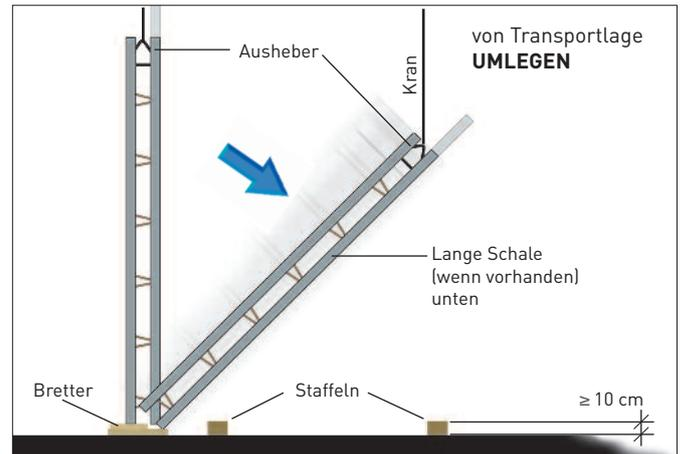
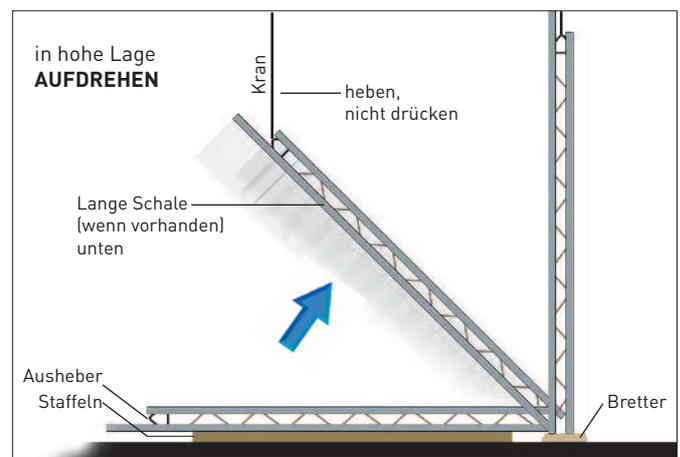

Bild 13a: Von Transportlage UMLEGEN
Bild 13b: in hohe Lage AUFDREHEN
- Doppelwandelement anhängen, Sicherungsbolzen lösen, aus dem Transportgestell herausheben und umlegen (Bild 13a).
- Unter aufzukippender Kante immer Bretter als Niveaueingleich legen (siehe Bild 13a und 13b) vorstehende Teile entlasten (z.B. längere Schalen) (Bild 13b).